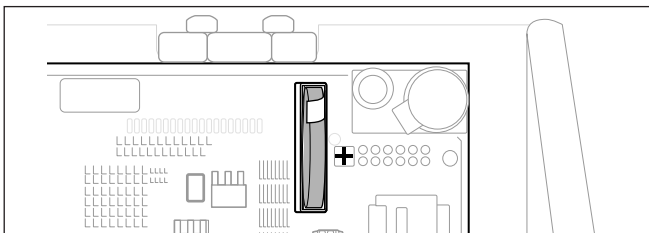

Abb. 11.4 Batteriehalterung
- Entnehmen Sie die Batterie aus der Batteriehalterung auf der Regler-Leiterplatte (→ Abb. 11.4).